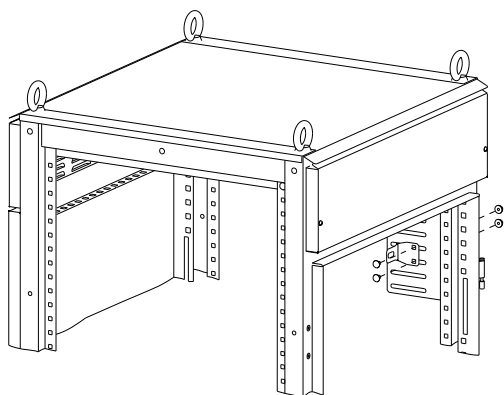

Рисунок 16
8.1.1 Приложите Кронштейн к предварительно смонтированной Пластине установочной с внутренней стороны корпуса. Вставьте по очереди в квадратные отверстия два болта М6х10 и закрепите гайками М6 (рисунок 16). Момент затяжки 5 Н·м.